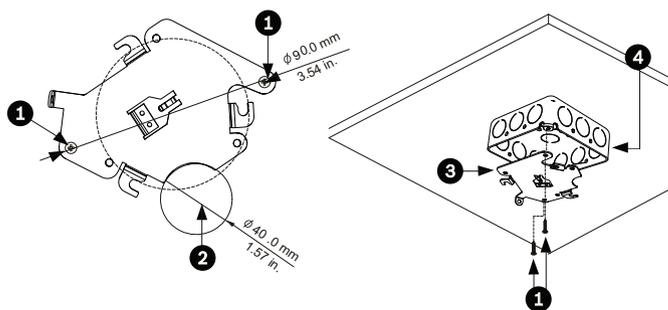

Figura 4.3 Instalar a placa de montagem
3. Fixe a placa de montagem à caixa de derivação com o material de fixação fornecido pelo utilizador (ver *Figura 4.3*).
- Encaminhe os condutores na parte lateral da placa pelo corte em forma de crescente (Ref.^a # 2 *Figura 4.3*).